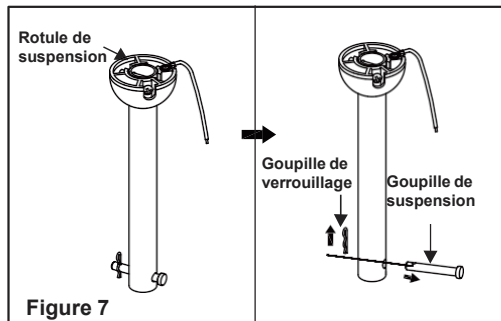

Figure 7
**Étape 4.** Retirez la goupille de suspension, la goupille de verrouillage et les vis de réglage du haut de l'ensemble moteur. (Fig. 7)